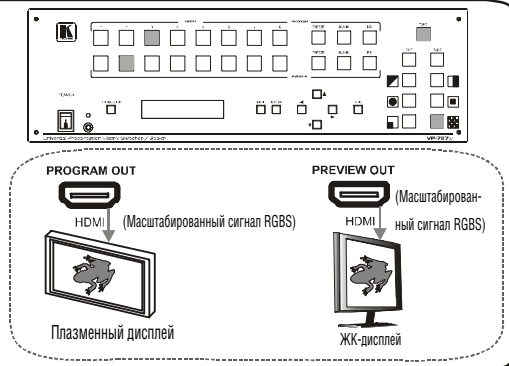

Рис. 9. Пример использования контрольного и программногo выходов
- увидеть, как будет выглядеть масштабированное изображение до его показа в реальной презентации. Как показано в примере на рис. 9, после проверки результата преобразования изображения с источника RGB в HDMI-формат оператор переводит сигнал с контрольного выхода на программный, заменяя ранее демонстрировавшееся
- в режиме повторения (*Follow*) после нажатия на кнопку *TAKE* сигнал на программном выходе повторяет сигнал на контрольном (пример на рис. 9 показан именно для этого режима)
- в режиме обмена (*Swap*) после нажатия на кнопку *TAKE* сигналы на программном и контрольном выходах меняются местами. Если бы в примере на рис. 9 использовался этот режим, то при нажатии на кнопку *TAKE* сигнал источника RGB был бы выдан на программный, а компонентного — на контрольный выходы.